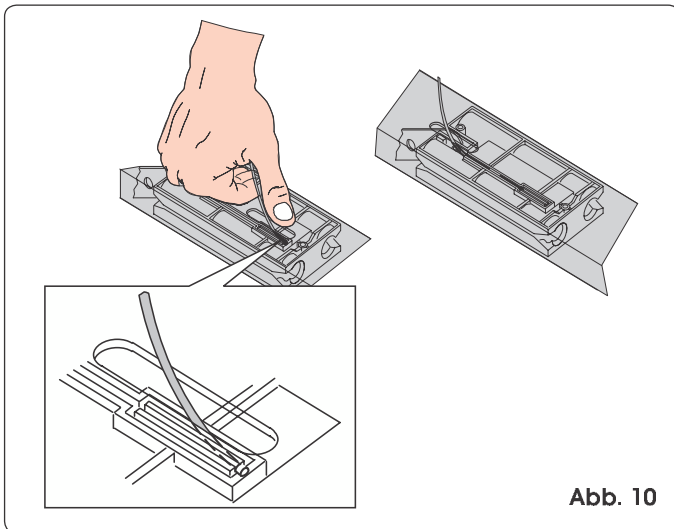

Abb. 10
- 2) Das Ende des Drahts in die entsprechende rote Aufnahme einziehen (Abb. 10).